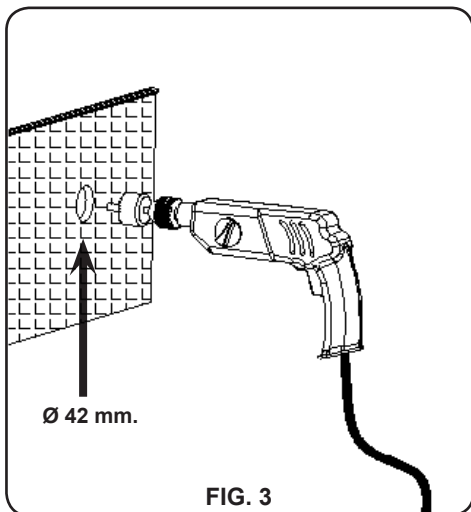

FIG. 3
1. Mit einem Bohrer mit Bohrkronen ein rundes Loch mit einem Durchmesser von 42 mm in der Wand bohren (Abb. 3).